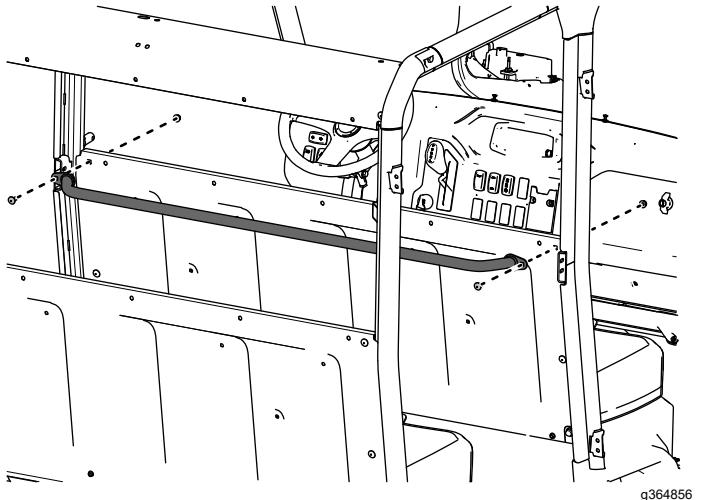

Bild 54
21. Befestigen Sie die hintere Sitzgriffbaugruppe mit zwei Schlossschrauben (5/16" x 3/4") und zwei Sicherungsmuttern (5/16") lose an der mittleren Sitzplatte, wie in Bild 54 dargestellt.